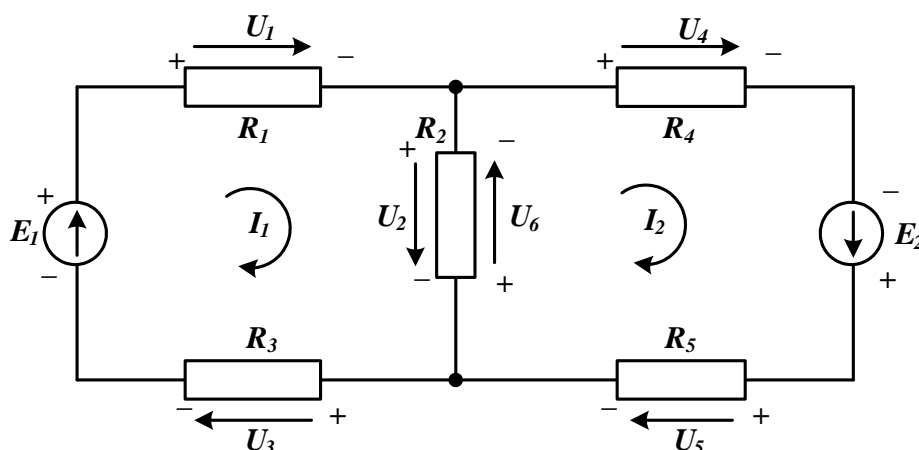

Рис. 4. Аналіз схеми методом контурних струмів
При застосуванні метода контурних струмів необхідно (див. рис. 4):
1. *Задати умовно позитивні напрями контурних струмів. (На рис. 4 задано протікання струмів I_1, I_2 за годинниковою стрілкою. Це не є принциповим, напрям протікання струмів можна вибрати проти годинникової стрілки або в різних напрямках у різних контурах).*
2. *Позначити стрілками падіння напруги на всіх елементах схеми, виходячи з напрямку протікання струмів (позначено: $U_1 \dots U_6$). Якщо через якийсь елемент протікають струми різних контурів (у нашому випадку – через R_2), необхідно біля цього елемента позначити стрілками падіння напруги від кожного струму окремо в своєму контурі. Наприклад, на схемі рис. 4 біля опору R_2 позначено два падіння напруги $U_2 = I_1 R_2$ і $U_6 = I_2 R_2$, які спрямовані назустріч одне одному, тому що контурні струми I_1, I_2 в опорі R_2 течуть назустріч один одному.*
Потужність джерела енергії можна обрахувати за відомим струмом джерела, наприклад для схеми рис. 4: $P_1 = U_1 I_1 = E_1 I_1 - I_1^2 r_1$ або $P_1 = E_1 I_1$, якщо внутрішній опір джерела $r_1 = 0$. Теплову енергію, що виділяється на опорах, потрібно розраховувати за дійсними струмами, а не за контурними струмами.